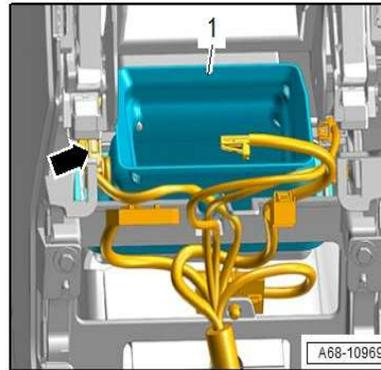

Bild 2
3. Luftführung herausnehmen (Bild 2, Punkt 1)